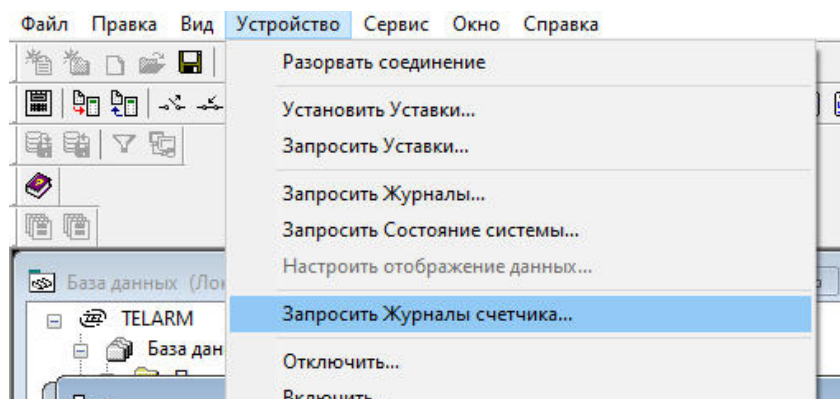

Рис.4.30. Запрос журналов счетчика
1. Выполнить команду «Устройство → Запросить Журналы счетчика», рис. 4.30.